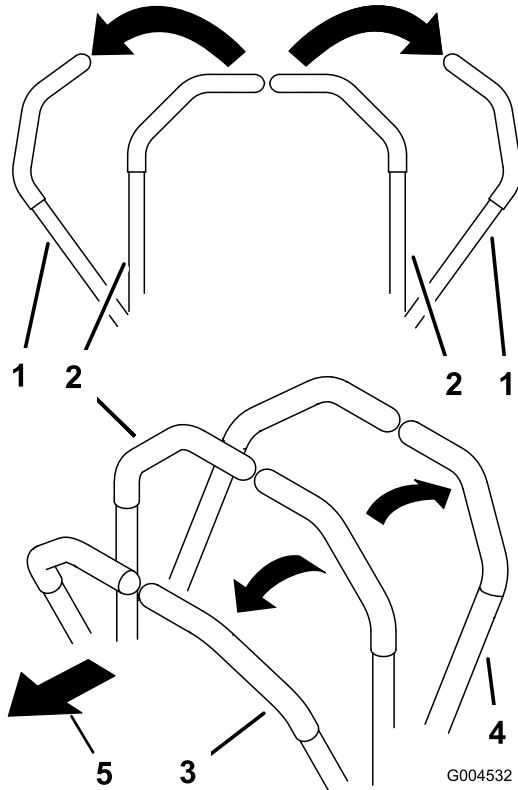

Figura 18
1. Mueva las palancas de control de movimiento hacia fuera (Figura 18) a la posición de bloqueo/punto muerto.
- Para ir hacia adelante en línea recta, empuje lentamente las palancas de control de movimiento hacia adelante (Figura 18).
- Para ir hacia atrás en línea recta, tire lentamente hacia atrás de las palancas de control de movimiento (Figura 18).
- Para girar, ralentice la máquina tirando hacia atrás de ambas palancas, y luego empuje hacia adelante la palanca del lado opuesto del sentido de giro (Figura 18).